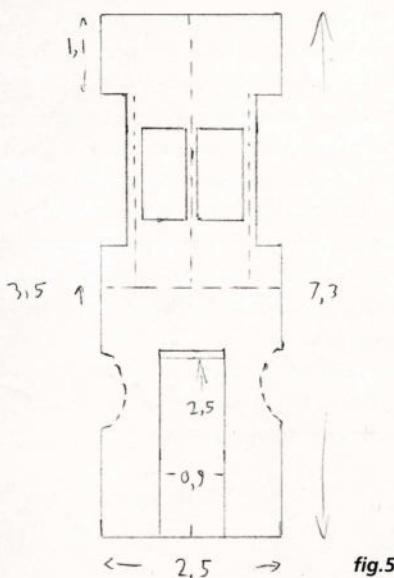

fig.5
23. L'autre côté du block 51 est un peu plus difficile. Nous avons travaillé avec un segment en plastique blanc, qui correspond avec la partie plane entre les courbes des angles (figure 5). Ensuite, l'ensemble est renforcé en disposant une cloison de plastique à l'étage inférieur. Réalisez cette opération à l'endroit où en réalité, deux débarras existent. Enfin, la paroi arrière doit encore être renforcée avec une pièce de raccord. Laissez ensuite sécher le tout.